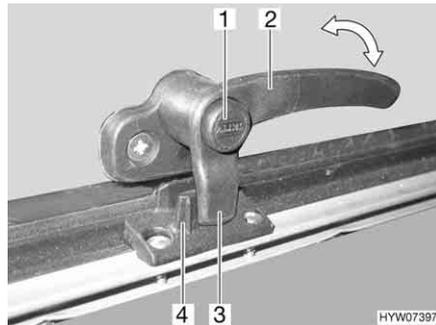
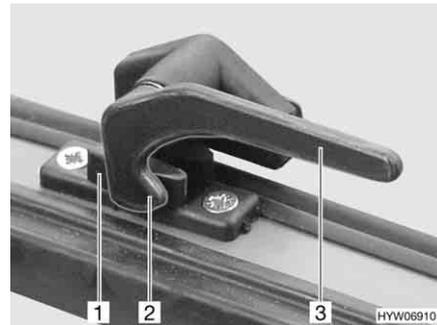

Bild 58 Verriegelungshebel mit Sicherungsknopf in Stellung "geschlossen"
Bild 59 Verriegelungshebel in Stellung "geschlossen"
- Wenn vorhanden, Sicherungsknopf (Bild 58,1) drücken und gedrückt halten.
- Den Verriegelungshebel (Bild 58,2 oder Bild 59,3) eine viertel Umdrehung zur Fenstermitte hin drehen.
- Den Verriegelungshebel (Bild 58,2 oder Bild 59,3) eine viertel Umdrehung zum Fensterrahmen hin drehen. Die Verriegelungsnase (Bild 58,3 oder Bild 59,2) am Verriegelungshebel liegt komplett auf der Innenseite der Fensterverriegelung (Bild 58,4 oder Bild 59,1).
- in Stellung "fest verschlossen" (Bild 58 und Bild 59)